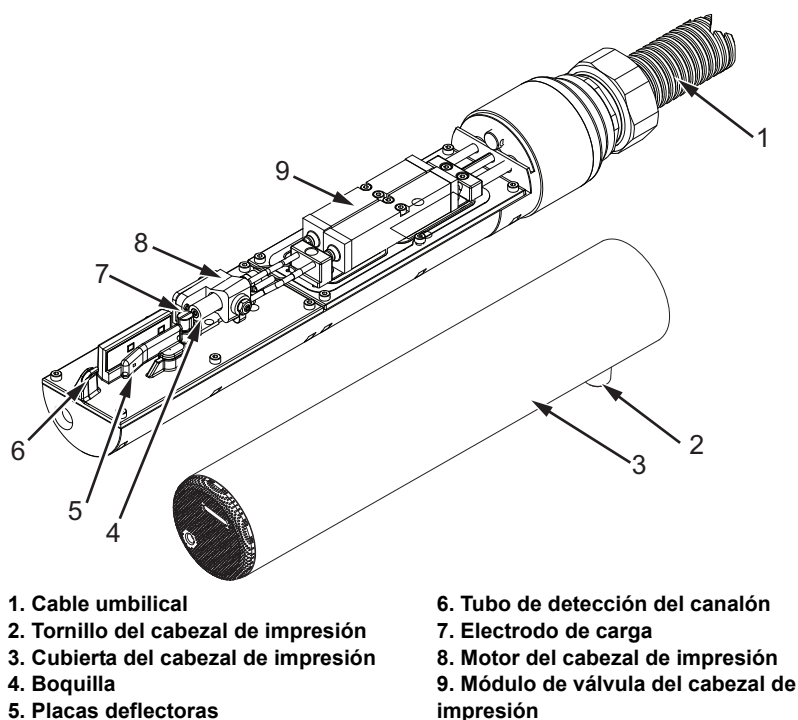

Figura 6-4: Cabezal
- 3 Afloje el tornillo del cabezal de impresión (elemento 2, Figura 6-4 en la página 6-9) y extraiga la cubierta del cabezal (elemento 3).
- Tubo de detección del canalón (elemento 6, Figura 6-4)